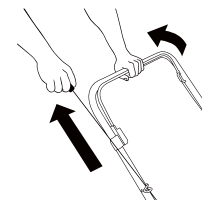

Fig.6C
3. Pour démarrer le moteur à l'aide de la poignée de démarrage, tenez la barre de commande de frein vers le bas jusqu'à la poignée supérieure (Fig.6C).